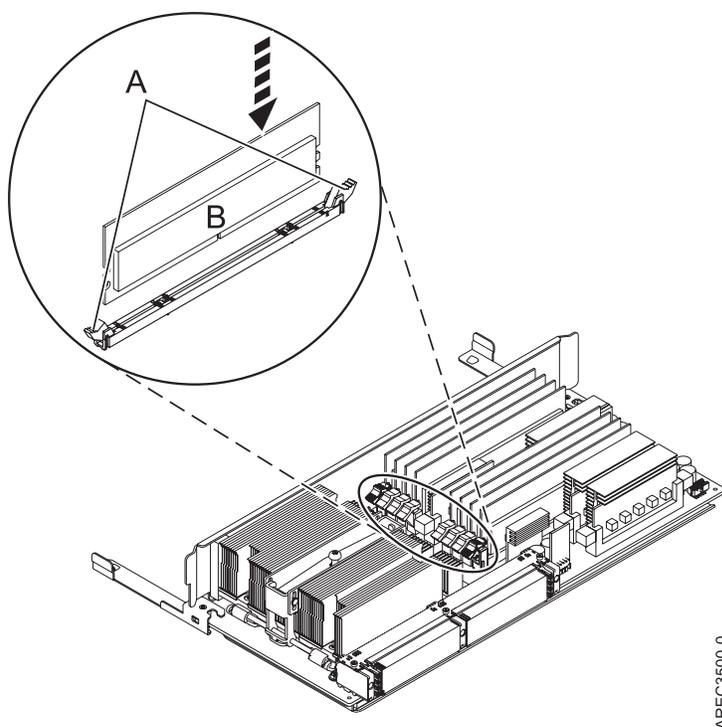

Figure 27. Remplacement d'un module de mémoire
10. Vérifiez que le connecteur est prêt à recevoir le module de mémoire. Le cas échéant, retirez le cache du module de mémoire en écartant et en abaissant les taquets (A). La pression exercée sur les taquets force le cache à sortir du connecteur.
12. Vérifiez que les languettes de verrouillage du connecteur (A) sont déverrouillées, comme indiqué dans la figure 27, à la page 34, avant d'installer un nouveau module de mémoire.
13. Maintenez délicatement le module de mémoire (B) par ses deux bords, puis alignez-le avec le connecteur.